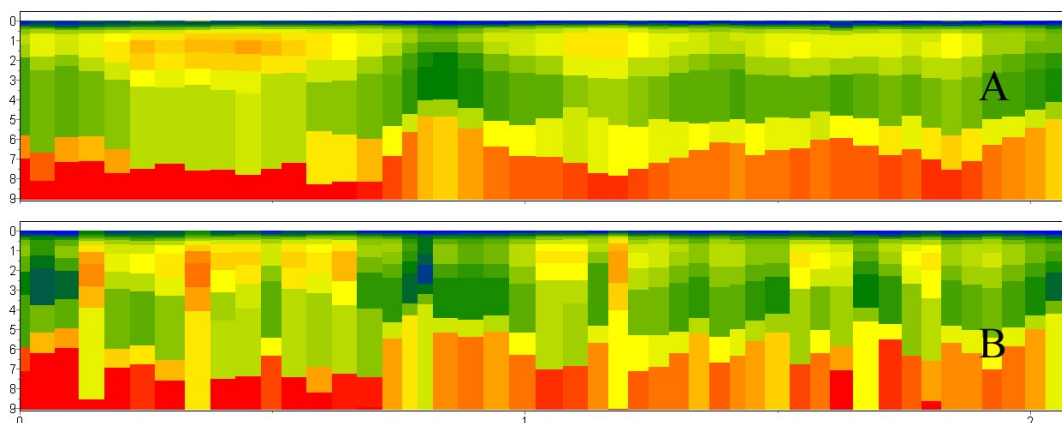

Fig. 17 **Confronto dei risultati dell'inversione 1D standard (B) e dell'applicazione dell'algoritmo di inversione 1.5D (A)**
Nella Fig. 17 sono riportati i risultati dell'algoritmo (A) in confronto con i risultati ottenuti con la metodologia standard (B).